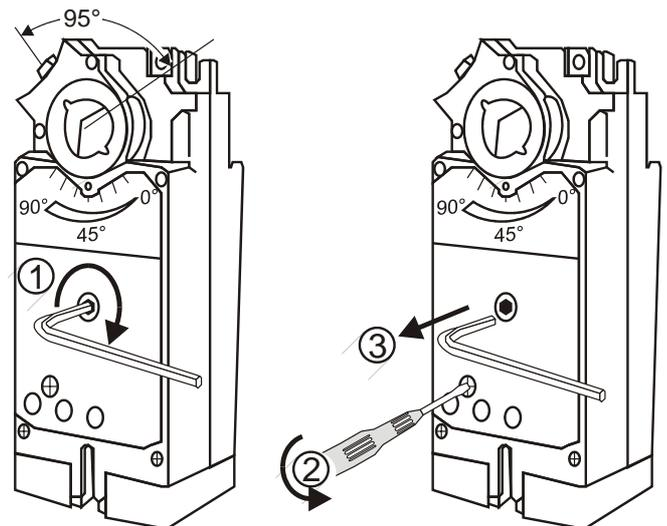

Fig. 3. Posizionamento manuale
2. Inserire la chiave esagonale fornita come indicato in Fig. 3.